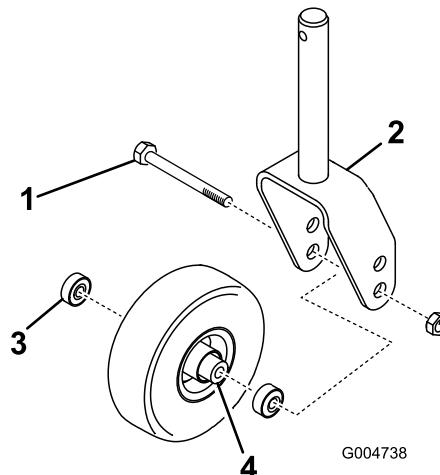

Figure 129
1. Retirez le contre-écrou du boulon qui fixe la roue pivotante entre la chape ou le bras de pivot (Figure 129).
2. Maintenez la roue pivotante et sortez le boulon de la chape ou du bras pivotant (Figure 129).
3. Enlevez le roulement du moyeu de la roue et laissez tomber la douille d'écartement à l'extérieur (Figure 129).
4. Enlevez le roulement de l'autre côté du moyeu (Figure 129).